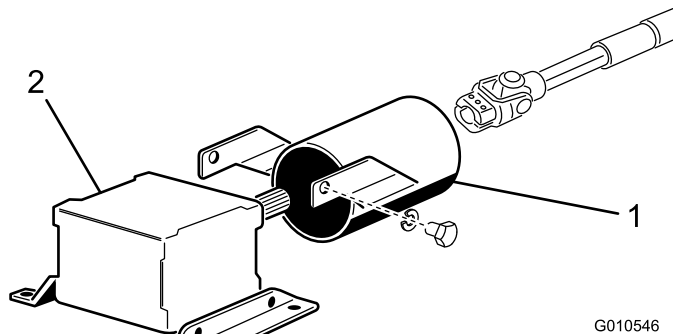

Figure 8
3. Retirez les 2 boulons et rondelles-freins qui fixent les supports de montage du capot de PDF au boîtier d'engrenages (Figure 8). Mettez les fixations de côté pour le remontage ultérieur.
4. Glissez le capot de protection sur l'arbre de PDF, en le positionnant comme illustré à la Figure 8.